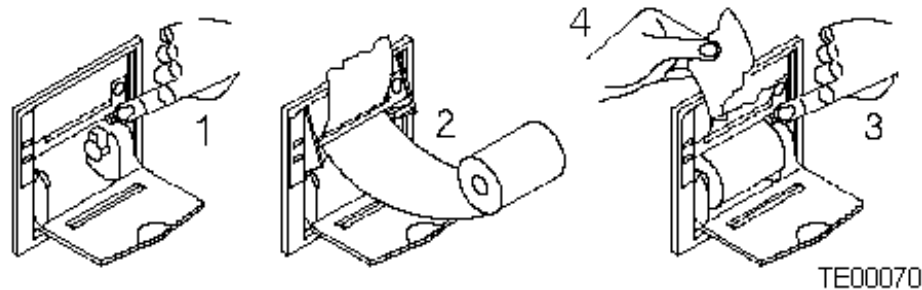

図 21-4 紙のロールの変更
2. 印刷機構の吸込に紙の端を挿入し、図 21-4 の中で示されるように回転方向を確認して、正しい位置に紙のロールを置きます;